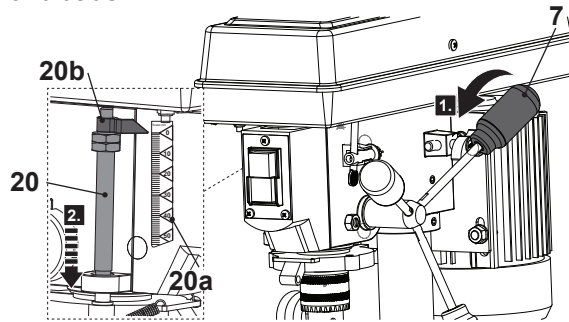

Fig. 13
1. Rode a pega de avanço (7) para descer a broca para a profundidade requerida (Fig. 13, passo 1), até que o apontador vermelho (20b) fique alinhado com o valor desejado no medidor de escala (20a) (Fig. 13, passo 2).
2. Posteriormente, coloque a pega de avanço (7) de volta na sua posição inicial.